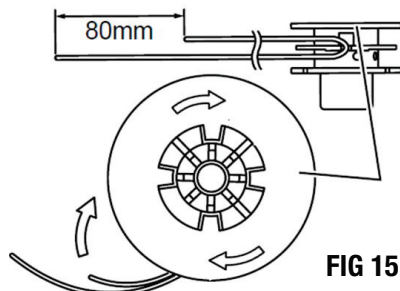

FIG 15
REEMPLAZO DE LA LÍNEA (FIG 15)
- Enganche el centro del nuevo cordón de nylon en la muesca en el centro de la bobina, con un extremo del cordón que se extienda alrededor de 3-1/8" (80mm) más que el otro. Vea la Fig 15.